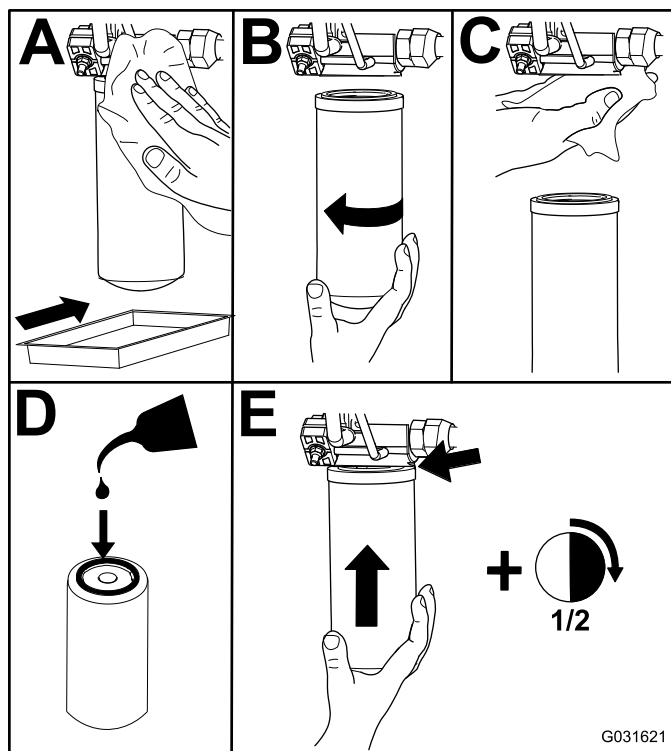

Bild 119
- Tauschen Sie die Hydraulikfilter aus (Bild 119).